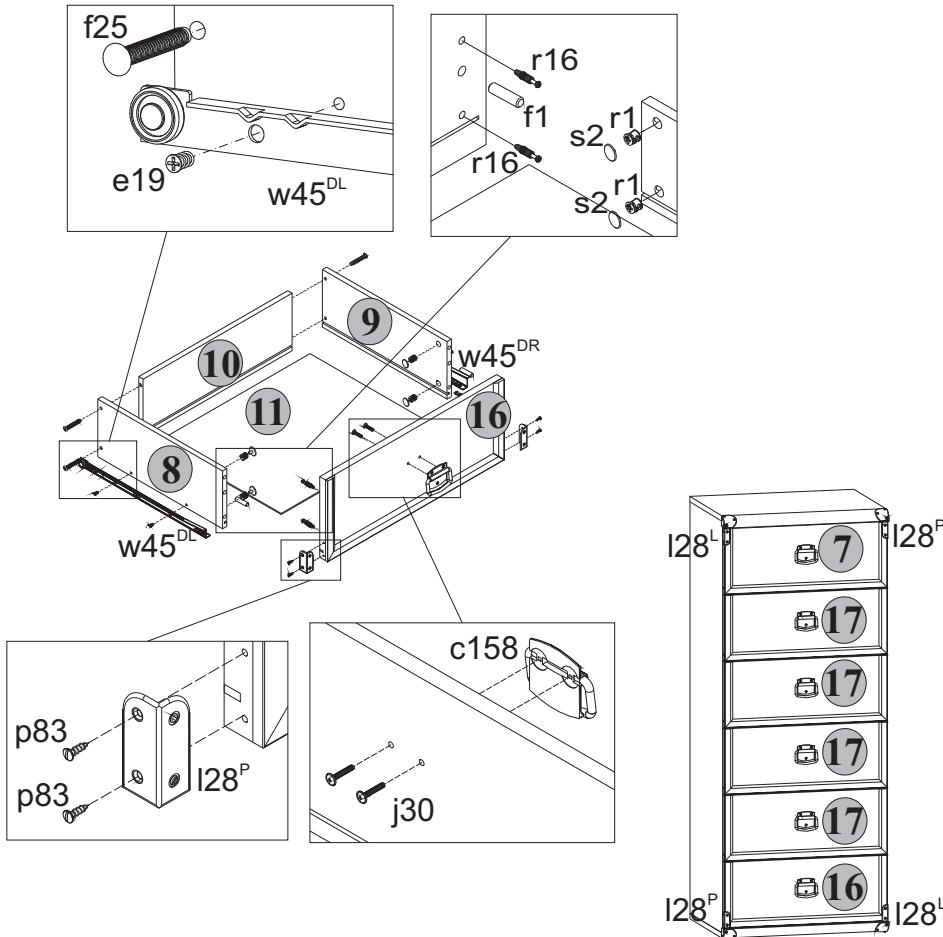

Рис. 3
5.12 В отверстия диаметром **8 мм** на передних кромках стенок боковых **8** и **9** корпусов выдвижных ящиков вбить деревянные шканты **f1** (см.рис.3).
5.13 В отверстия диаметром **15 мм** на внутренних поверхностях стенок боковых **8** и **9** корпусов выдвижных ящиков вставить стяжки эксцентриковые **r1** (см.рис.3).
5.14 В отверстия диаметром **5 мм** на внутренних поверхностях панелей передних **16**, **17** и **7** ящиков выдвижных с помощью крестообразной отвертки вкрутить винты стяжки **r16** (см.рис.3).
5.16 Соединить панель переднюю **16** с корпусом ящика выдвижного и затянуть стяжки эксцентриковые **r1**, пользуясь специальным ключом **z1**. Закрыть стяжки эксцентриковые заглушками **s2** (см.рис.3).
5.18 Соединить панели передние **17** с корпусами ящиков выдвижных и затянуть стяжки эксцентриковые **r1**, пользуясь специальным ключом **z1**. Закрыть стяжки эксцентриковые заглушками **s2** (см.рис.3).
5.19 Соединить панель переднюю **7** с корпусом ящика выдвижного и затянуть стяжки эксцентриковые **r1**, пользуясь специальным ключом **z1**. Закрыть стяжки эксцентриковые заглушками **s2** (см.рис.3).